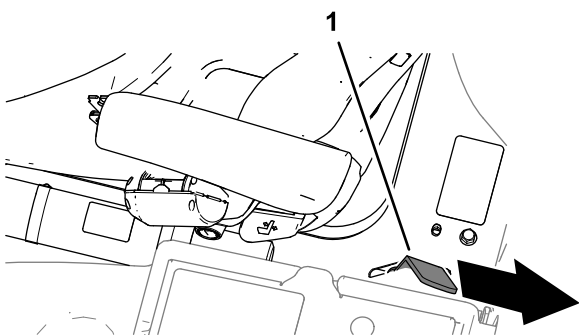

Figura 47
3. Abbassate completamente la piattaforma e spostate la maniglia di fermo verso la parte posteriore della macchina fino a quando il fermo non si innesta completamente sulla barra di bloccaggio (Figura 47).